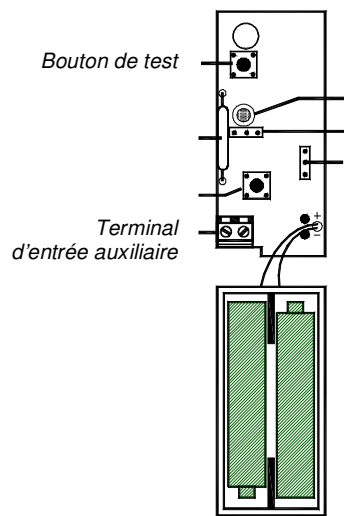
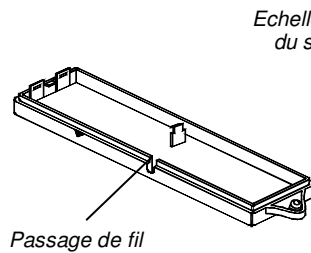
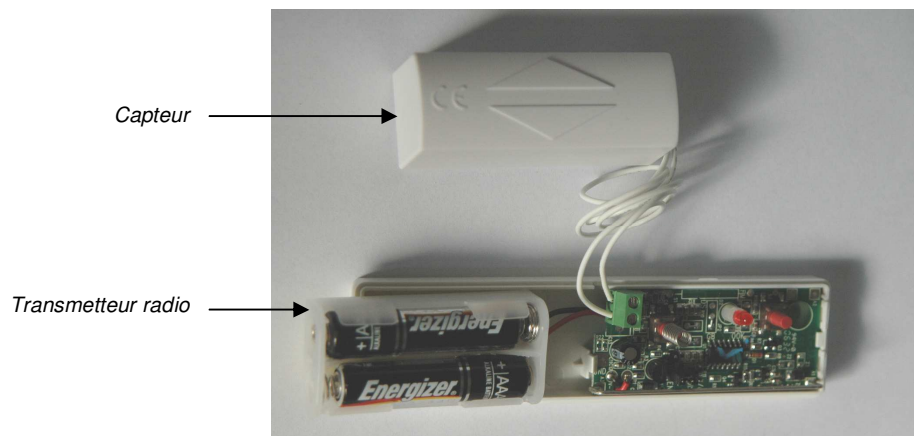

Fig. 1
Fig. 2
Fig. 4
3. Desserrez la vis du transmetteur, puis ouvrez le boîtier supérieur. Libérez le passage de fil (Fig. 2) à l'aide d'une petite pince ou d'un cutter puis connectez le fil du capteur au terminal d'entrée (Fig.1). Insérez ensuite deux piles alcalines de type AAA (Fig.4) puis refermez le couvercle et resserrez la vis en veillant à bien faire passer le fil dans le passage.